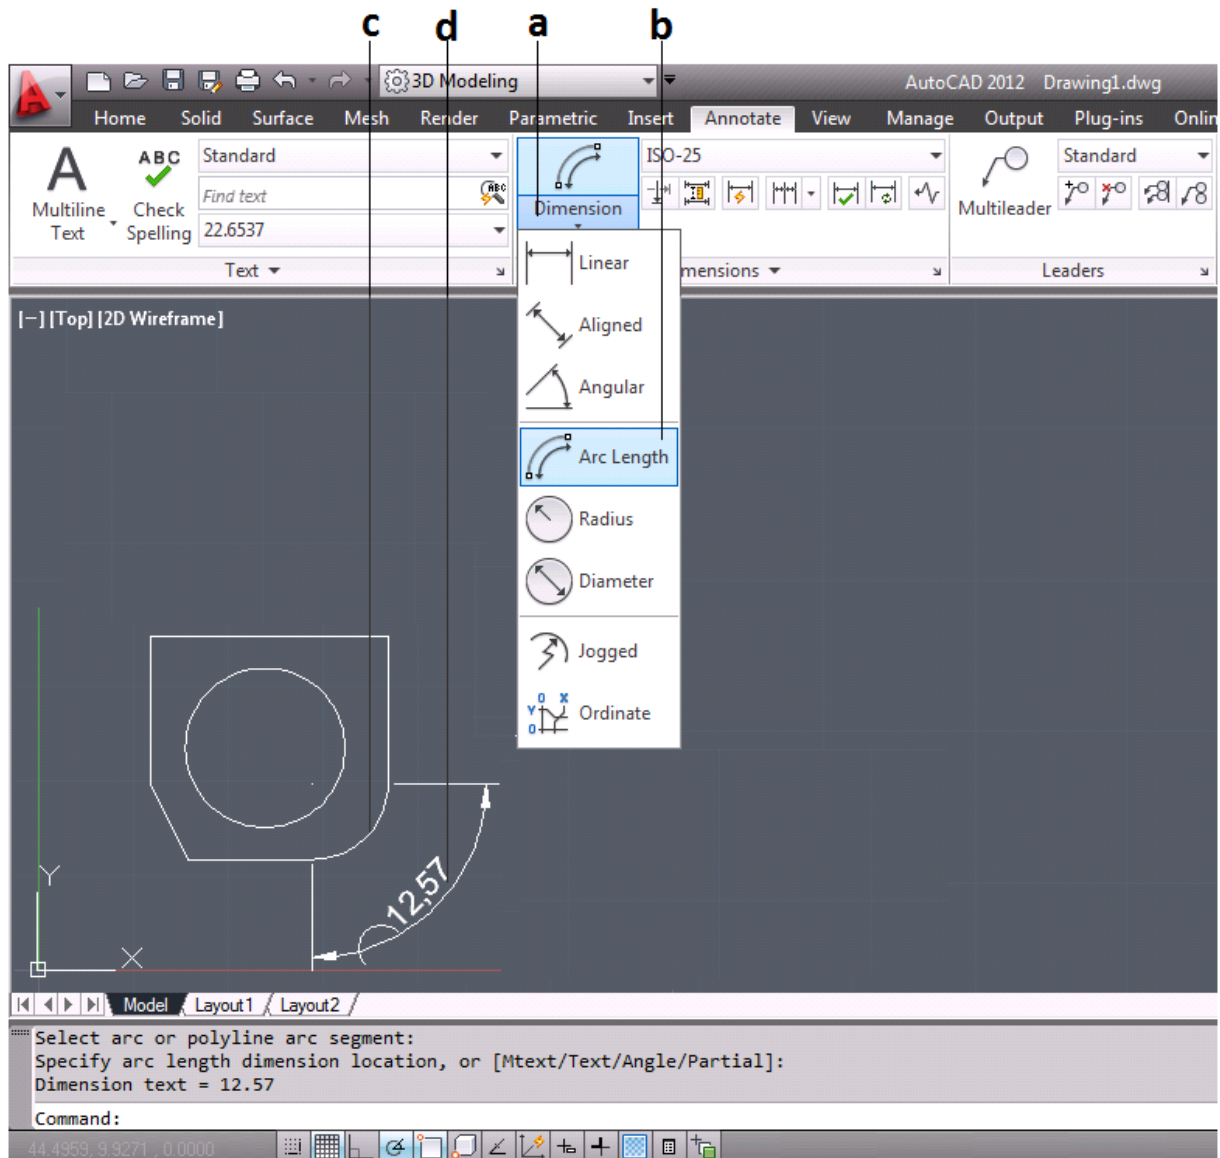

Figura 3.68 Acotado “Longitu de Arco”
- a. Se da clic sobre el icono Dimensión [Dimension] para desplegar la lista de tipos de Cotas (figura 3.68).
- b. Se selecciona la herramienta Longitud de Arco [Arc Length] de la lista de tipo de cotas (figura 3.68).
- c. Se selecciona el arco a acotar (figura 3.68).
- d. Con el puntero se indica donde se localizara la cota (figura 3.68).